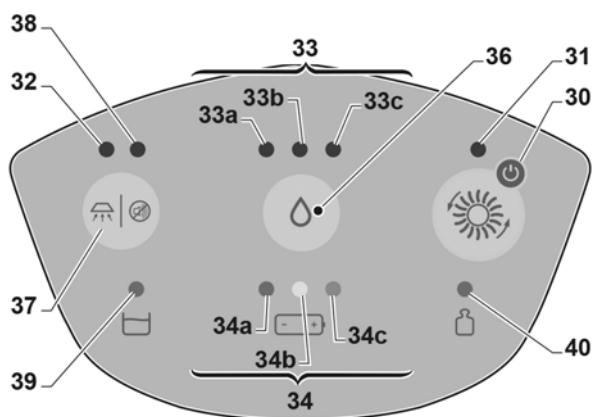

Abb. 13: Bedienfeld
9.2 Bedienfeld (Abb. 13)
Starttaster (Pos. 30, Abb. 13)
Wenn Sie den Starttaster drei Sekunden lang gedrückt halten, lässt er die Spannungsversorgung der Stromkreise zu; die LED (Pos. 31, Abb. 13) leuchtet und zeigt an, dass das Kabel angeschlossen ist, die LED (Pos. 32, Abb. 13) für die Einstellung des Saugerbetriebs leuchtet, die LED (Pos. 33a, Abb. 13) für die Einstellung der Wasserversorgung leuchtet, und eine der LED (Pos. 34, Abb. 13), die den Ladezustand der Batterie anzeigt, leuchtet.
Nach 5 Minuten Stillstand schaltet die Maschine automatisch ab; Sie müssen wieder den Taster (Pos.30, Abb. 13) drücken, um sie erneut zu starten.
Wasserversorgungstaster (Pos. 36, Abb. 13)
Wenn Sie diesen Taster betätigen, kann die Wassermenge, die während des Arbeitszyklus bis zum Abstellen der Versorgung zugeführt wird, durch Schalten von einer Menge zur anderen eingestellt werden; die Menge wird durch eine der LED (Pos. 33, Abb. 13), die anfängt zu leuchten, angegeben.
Die Wasserzuführung kann durch Betätigung des Tasters (Pos. 36, Abb. 13) bis zum Erlöschen aller LED (Pos. 33, Abb. 13) abgestellt werden.
Sauger-Taster (Pos. 37, Abb. 13)
Schritt 1: Beim Start der Maschine ist der Sauger auf Standardbetrieb eingestellt und die LED (Pos.32, Abb. 13) leuchtet.
Schritt 2: Durch Betätigung des Tasters (Pos. 37, Abb. 13) kann vom Normalbetrieb in den geräuscharmen Betrieb bis zum Abschalten des Saugers geschaltet werden.
Die leuchtende **LED Pos. 32** auf der Abb. 13 zeigt den Normalbetrieb an.
Die leuchtende **LED Pos. 38** auf der Abb. 13 zeigt den geräuscharmen Betrieb an.
Wenn die **LED Pos. 32** und **Pos. 38** auf der Abb. 13 nicht leuchten, es bedeutet, dass die Scheuersaugmaschine abgeschaltet ist.
LED-Anzeige (Pos. 39, Abb. 13) - maximaler Füllstand des Rückwassers
Diese LED-Anzeige leuchtet dann, wenn der Füllstand im Rückwassertank den Höchststand erreicht hat; bei Erreichen des Höchststands zeigt die leuchtende LED (Pos. 39, Abb. 13) das Abschalten der Maschine an.
LED-Anzeige (Pos. 34, Abb. 13) - Ladezustand der Batterie
Die LED (Pos.34, Abb. 13) zeigen den Ladezustand der Batterie an.
LED-Anzeige (Pos. 40, Abb. 13) - übermäßiger Druck der Bürste